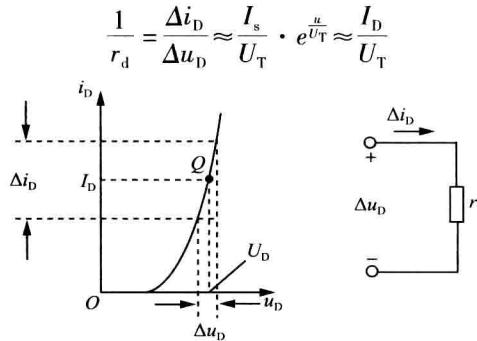

图 1.3 二极管的微变等效电路图
(4)二极管的微变等效电路: 在模拟电路里, 二极管多数工作在某个很小的信号区域内, 所以通常用小信号模型来代替二极管, 即把二极管看成一个等效电阻, 如图 1.3 所示。利用二极管的电流方程可得